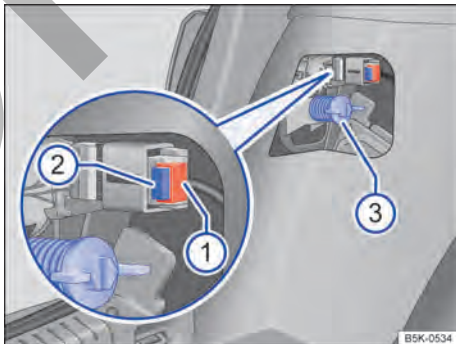

Fig. 164 Lateral del maletero: desmontaje del grupo óptico trasero.
- ① Tenga en cuenta la lista de comprobación y lleve a cabo las operaciones descritas en ella → pág. 216.
- ② Abra el portón del maletero → pág. 82.
- ③ Por la zona del grupo óptico trasero, tire del guarnecido lateral del maletero hacia delante por la abertura.
- ④ Extraiga el seguro → fig. 164 ①. Presione el bloqueo → fig. 164 ② del conector y desacople el conector.
- ⑤ Desenrosque el tornillo de fijación con la mano → fig. 164 ③.
- ⑥ Suelte el grupo óptico trasero de la carrocería hacia atrás, con cuidado.
- ⑦ Retire el grupo óptico trasero y dépositelo sobre una superficie limpia y lisa.
- ① Coloque el grupo óptico trasero en el hueco de la carrocería con cuidado.
- ② Con una mano, sostenga el grupo óptico trasero en la posición de montaje; con la otra, enrosque fijamente el tornillo de fijación → fig. 164 ③.
- ③ Compruebe que el grupo óptico trasero haya quedado montado correctamente y esté bien fijado.
- ④ Acople el conector al portalámparas y encaje el seguro → fig. 164 ①.
- ⑤ Monte el guarnecido lateral del maletero.
- ⑥ Cierre el portón del maletero → pág. 82.